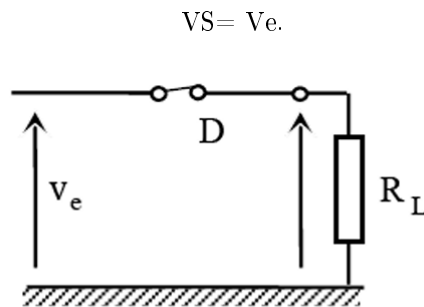

FIGURE 4.4 – Montage simple alternance (diode passante)
- \* Lorsqu'on applique un signal sinusoïdal à l'entrée d'un circuit redresseur mono-alternance, dès que la tension à l'entrée est positive, la diode conduit et le circuit équivalent dans ces conditions est donné par le schéma de la figure 4.4. Dans ces conditions la tension de sortie est identique à la tension appliquée à l'entrée :